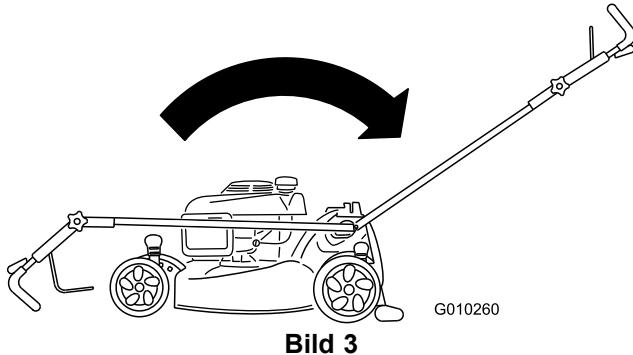

Bild 3
1. Schieben Sie den Griff nach hinten und halten Sie den oberen Griff fest (Bild 3).